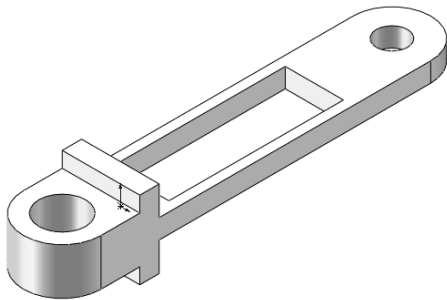

图 5-8 大臂
本例绘制的大臂如图 5-8 所示。
10) 拉伸实体。选择菜单栏中的“插入”→“凸台/基体”→“拉伸”命令，或者单击“特征”面板中的 P （拉伸凸台/基体）按钮，系统弹出图 5-22 所示的“凸台-拉伸”属性管理器。设置拉伸终止条件为“两侧对称”，输入拉伸距离为“12 mm”，然后单击 $\checkmark$ （确定）按钮，结果如图 5-8 所示。